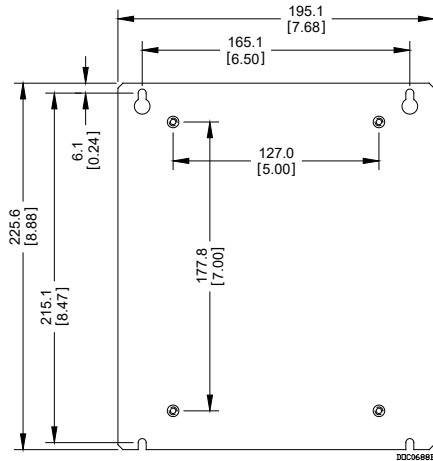

Figure 3. Dimensions du panneau
- **Unité principale montée sur le panneau d'adaptation.** Positionnez comme souhaité sur la plaque de montage du coffret et repérez l'emplacement des orifices de fixation sur la plaque en utilisant les fentes du panneau d'adaptation en tant que modèle. Pour connaître les dimensions du panneau d'adaptation, consultez la *Figure 3*. Percez et taraudez des trous de montage dans la plaque à l'aide d'un taraud fileté UNC 8-32. Positionnez le FB107 et le panneau d'adaptation sur les emplacements taraudés et fixez-le à la plaque à l'aide des quatre vis 8-32 UNX x 0,38 in. de long fournies. Serrez fermement les vis.